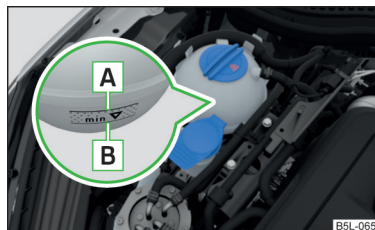

Fig. 162
**Verificar el estado del líquido refrigerante** - el líquido refrigerante tiene que estar entre las marcas **A** y **B** » fig. 162. Si el estado del líquido refrigerante está debajo de la marca **B**, rellenar el líquido refrigerante.
La **especificación** del líquido refrigerante se encuentra en el depósito de compensación del líquido refrigerante » fig. 162.
- No rellene el depósito de líquido refrigerante por encima de la marca » fig. 162. El líquido refrigerante puede ser presionado por el calentamiento del sistema de refrigeración - Existe el peligro de un daño de las partes del vano motor.